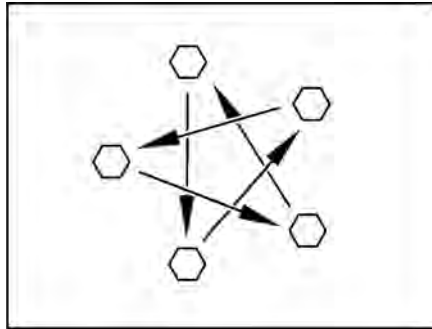

Bild 372 Radmuttern oder Radschrauben über Kreuz anziehen
- Radmuttern oder Radschrauben regelmäßig auf festen Sitz prüfen. Radmuttern oder Radschrauben eines ausgewechselten Rades nach 50 km über Kreuz nachziehen (Bild 372).
- ▷ Radmuttern oder Radschrauben über Kreuz anziehen (Bild 372).